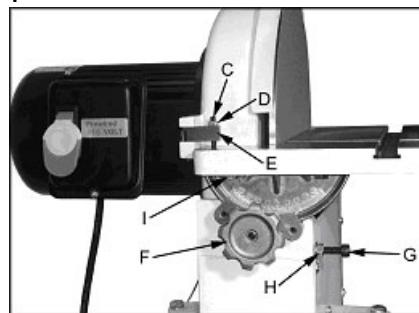

Рис. 9
Вставьте винт упора 90° (С, рис. 9) и закрутите его гайкой (D).